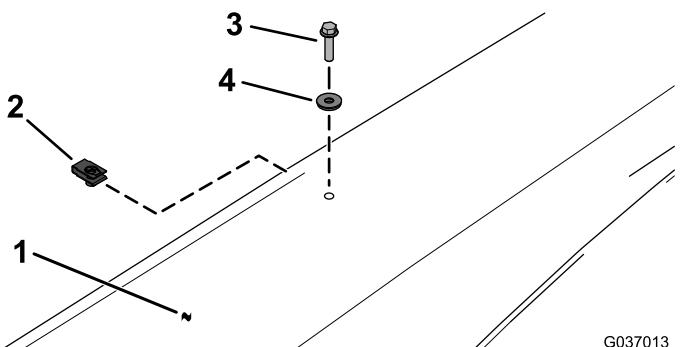

Figura 14
16. Instale o toldo no suporte de apoio do teto utilizando dois clipe, dois anilhas vedantes e dois parafusos flangeados hexagonais (¼ pol. x 1 pol.), como se mostra na Figura 14.